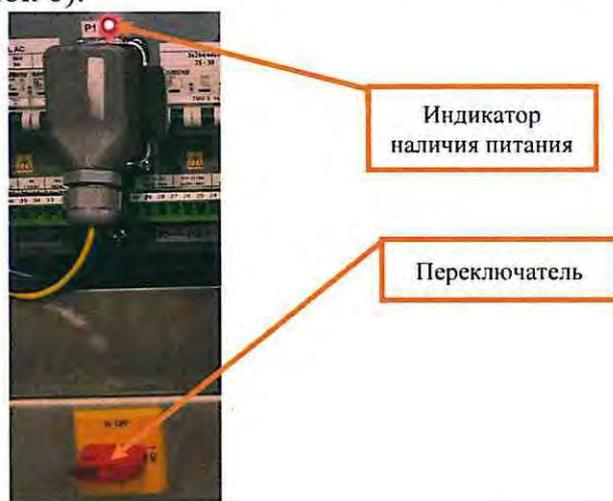

Рисунок 6. Отключение питания PSU151.
7.2.4 Отключить питание, поступающее на разъем «P1», путем перевода переключателя из положения «ON» в положение «OFF» (Рисунок 6), при этом должен погаснуть красный индикатор наличия питания (Рисунок 6).